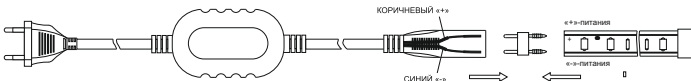

Рисунок 3
- вставить коннектор, идущий в комплекте с драйвером, в ленту. Коннектор имеет разную форму выводов: заострённые выводы подключить к ленте, а скруглённые выводы – к разъёму драйвера (рисунок 3);